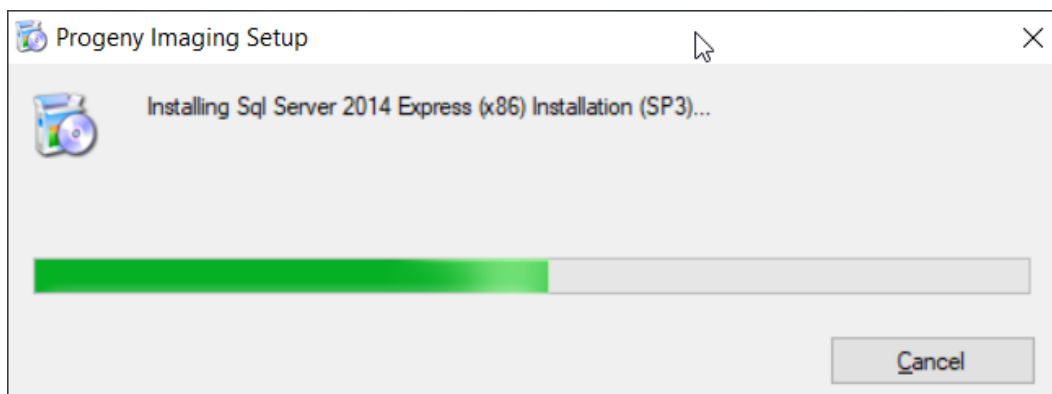

Figure 14. La fenêtre contextuelle « Configurer Progeny Imaging »
- La fenêtre contextuelle « Configurer Progeny Imaging » s'affiche. Une barre verte se déplace de gauche à droite pour indiquer la progression. Attendre la fin du processus. Lorsque le processus est terminé, cette fenêtre se ferme automatiquement sans que l'utilisateur ait à intervenir. (Voir la figure 14 ci-dessous). Une fenêtre contextuelle similaire (non illustrée) s'affichera, et se fermera pour la configuration de Progeny Imaging.